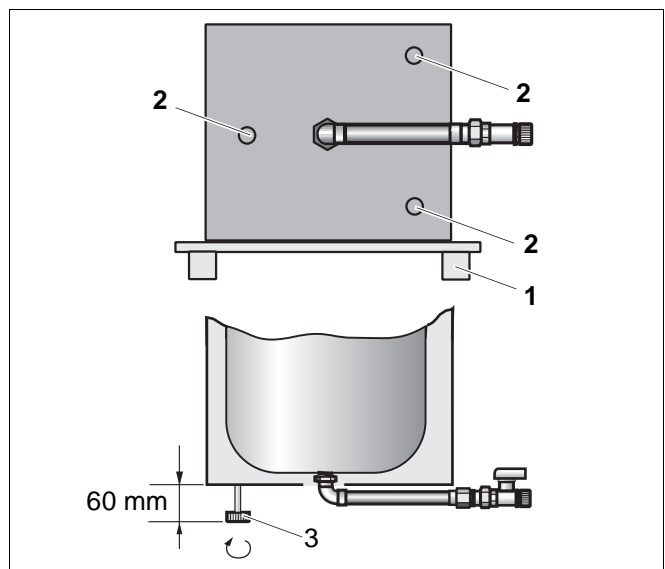

Abb. 4 Montage Stellfüße für HT/H110 und WH115
Um Beschädigungen zu vermeiden und zum Eindrehen der Entleerung den Speicher auf eine Unterlage (z.B. Palette, Abb. 4, Pos. 1) legen.
- Die vorgestanzten Abdeckungen (Abb. 4, Pos. 2) mit einem Schraubendreher an den Sollbruchstellen herausbrechen.
- Stellfüße (Abb. 4, Pos. 3) einschrauben und Abstand zwischen Boden und Speicher einstellen (Abb. 4).